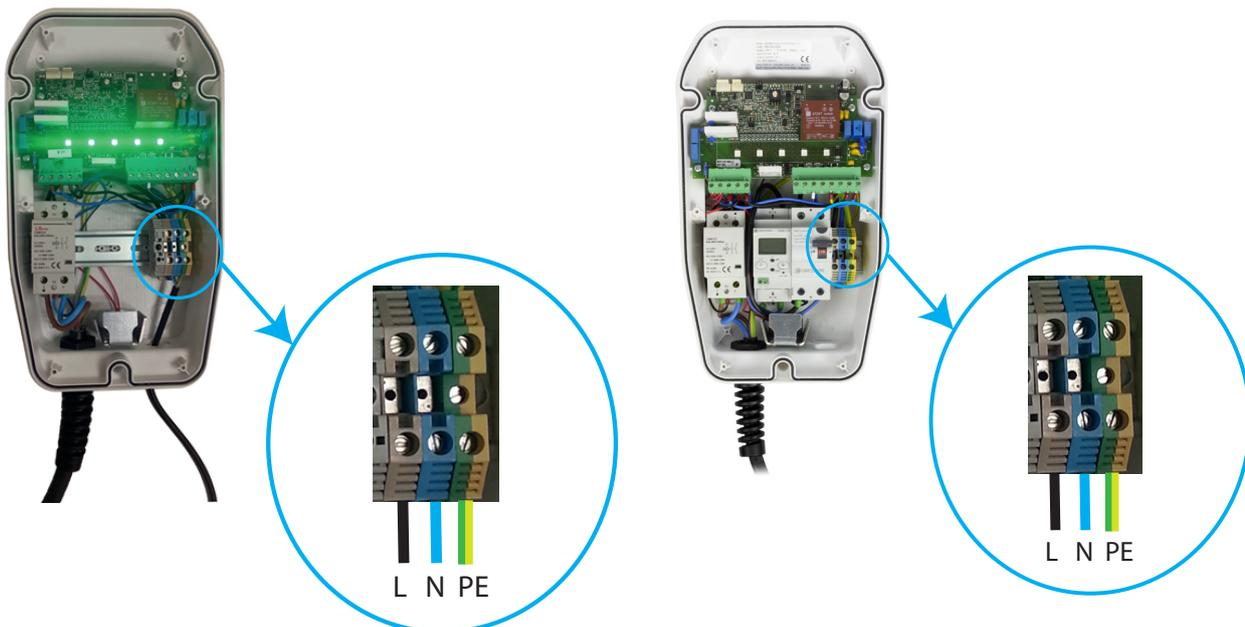

Figura 20: Instalación eléctrica, Paso 2.
Realice la conexión monofásica de 230V ~, tal y como se muestra en la **Figura 20**. No se olvide de conectar el cable de tierra (PE) a su terminal correspondiente.